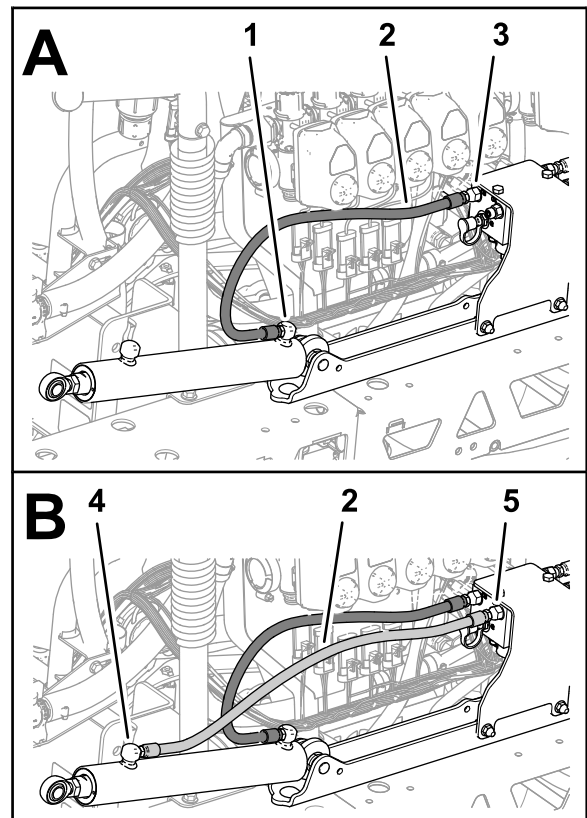

Figure 117
- Reliez, sans serrer, un flexible hydraulique (1/4" x 24 3/4") neuf entre l'orifice de déploiement du vérin de levage de rampe gauche et l'orifice C3 du collecteur de levage de rampe (Figure 117).
- Reliez, sans serrer, un flexible hydraulique (1/4" x 24 3/4") neuf entre l'orifice de rétraction du vérin de levage de rampe gauche et l'orifice C4 du collecteur de levage de rampe (Figure 117).
5. Serrez les raccords de flexible reliés aux orifices de déploiement et de rétraction des vérins de levage (Figure 117 et Figure 118) à un couple de 21 à 26 N·m.
6. Serrez les écrous orientables des flexibles sur le collecteur de levage de rampe (Figure 117 et Figure 118) à un couple de 24 à 30 N·m.